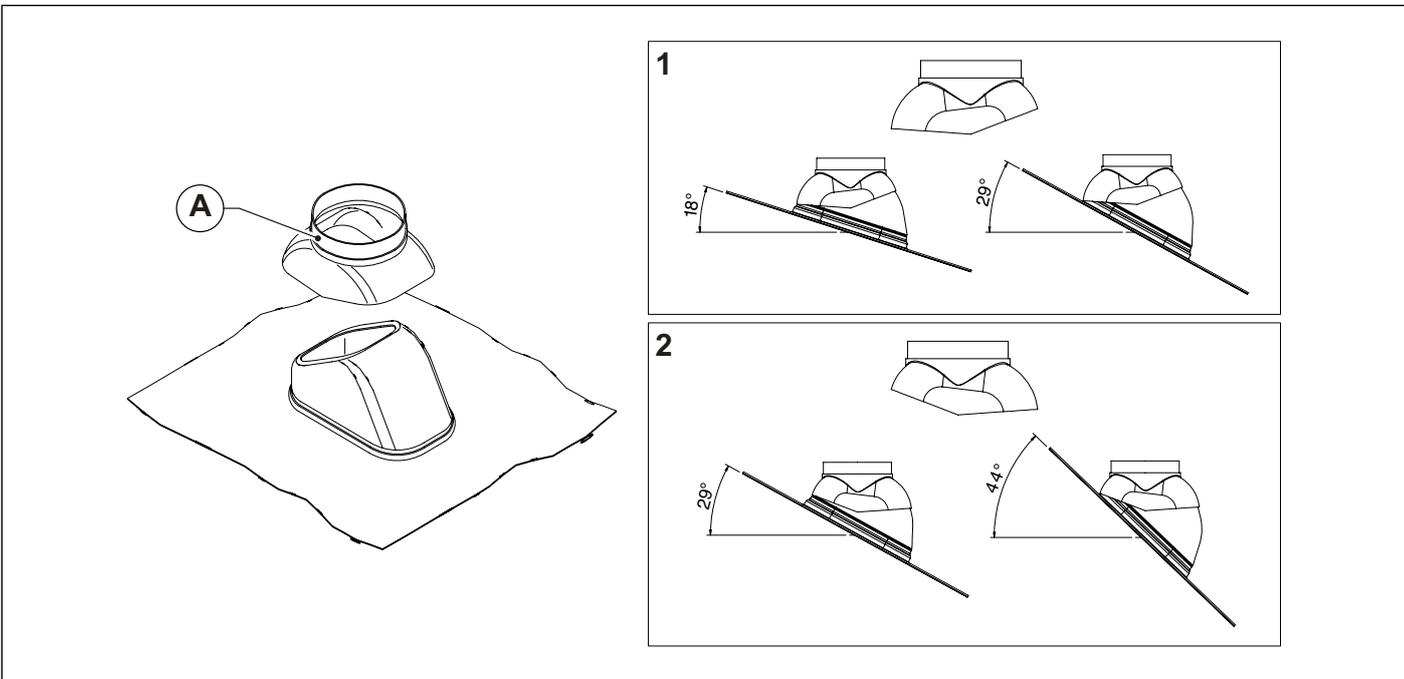

图 14 斜屋顶用瓦片
斜屋顶用瓦片适用于倾斜度在 18° 到 44° 之间的倾斜屋顶 (参加图 14 斜屋顶用瓦片)。取下要安装斜屋顶用瓦片的屋顶位置的覆盖元件 (瓦片、瓷砖、...)。将瓦片放在屋顶上。放置覆盖元件 (瓦片、瓷砖、...)，确保雨水从覆盖元件流下。将外壳 (A) 安装在瓦片上。根据屋顶的倾斜度，外壳可以安装在 2 个位置上。将烟囱从上方穿过瓦片插入。